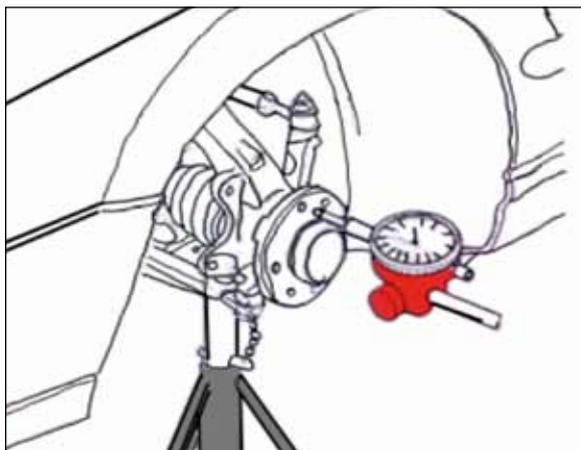

Bild 3
- Bild 3: Überprüfen Sie auch den Rundlauf der Radnabe.